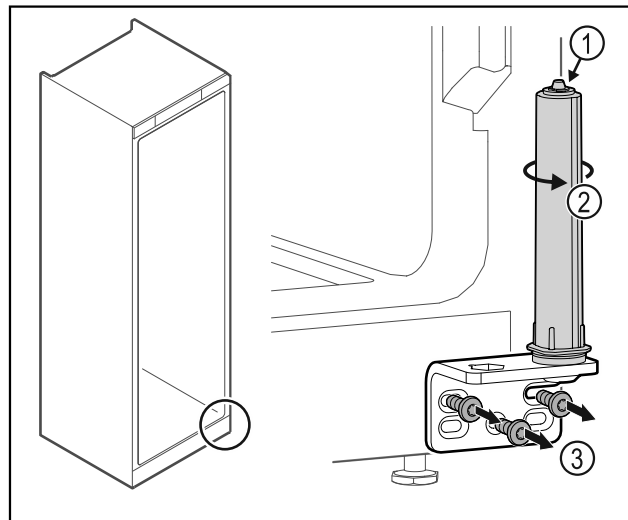

Fig. 37
- Nu dezasamblați sistemul de închidere al ușii Fig. 37 (1).
- Rotiți Fig. 37 (2) sistemul de închidere, până când face clic.
- Deșurubați Fig. 37 (3) colțarul balamalei.